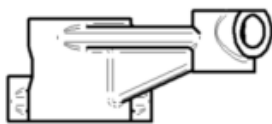

图 4.7.23 创建左视图
(4) 在“视图向导”命令条中 **2:1** 的下拉列表中选择 **1:1**。将鼠标放在图形区，会出现视图的预览，选择合适的放置位置单击以生成左视图，结果如图 4.7.23 所示。